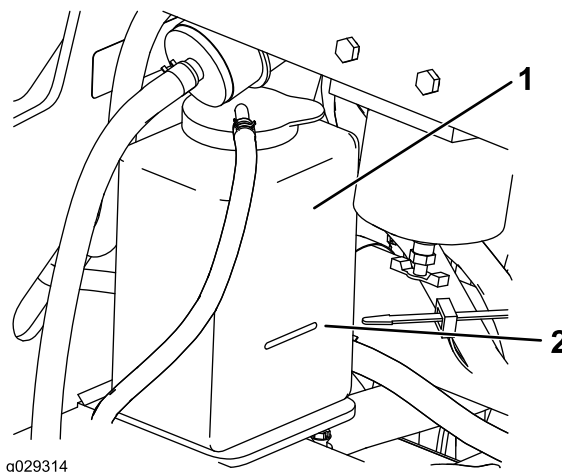

Figura 29
1. Controllate il livello del refrigerante nel serbatoio di espansione (Figura 29).